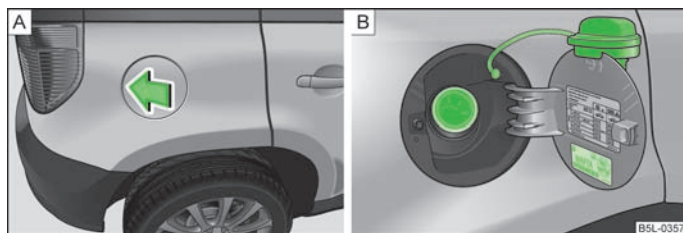

Fig. 140 Parte trasera del vehículo, lado derecho: Abrir la tapa del depósito/ tapa del depósito con el tapón desenroscado
En un adhesivo pegado en el lado interior de la tapa del depósito se indican el tipo adecuado de combustible para su vehículo, así como el tamaño de neumático y la presión de inflado del mismo » fig. 140 - [B].
- Presionar en el centro de la zona izquierda de la tapa del depósito » fig. 140 - [A].
- Desenroscar hacia la izquierda el tapón de cierre del depósito y colocarlo desde arriba en la tapa del depósito » fig. 140 - [B].